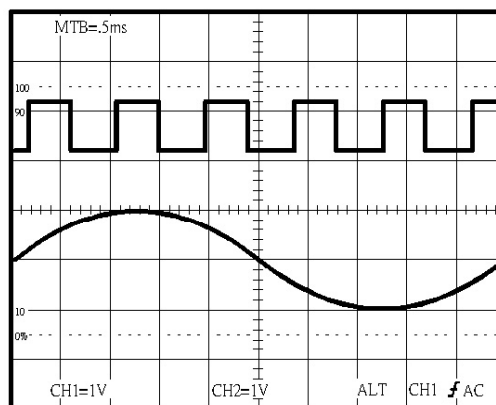
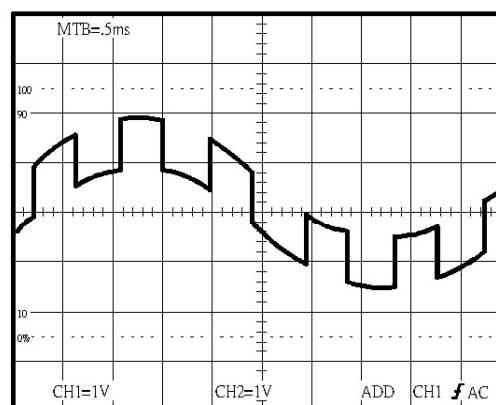

図 5-5 表示波形例
図 5-6 ADD 表示波形例
1. (14) (15)CH1/CH2-VAR ボタンを押し、CH1 と CH2 をオンしてください。図 5-5 のように2つの同期の取れた波形が表示されます。
2. (8) (9)CH1/CH2 POSITION ツマミで、2つの波形を観測しやすい位置に調整します。
1. (11)ALT/CHOP/ADD ボタンを押し、「ADD」モードに設定します。図 5-6 は、図 5-5 の波形の加算を示します。